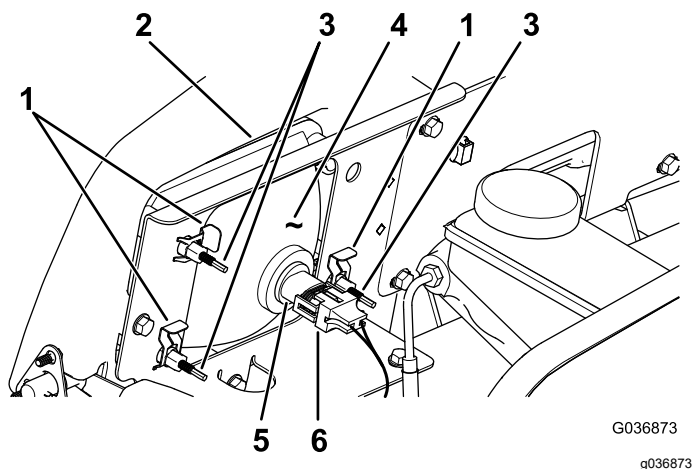

Рисунок 52
3. Отсоедините электрический соединитель жгута проводов от соединителя лампы в сборе (Рисунок 52).
- Снимите скобы под саморез, которые крепят фару к кронштейну фары (Рисунок 52).
- Снимите фару в сборе, подавая ее вперед сквозь отверстие в переднем бампере (Рисунок 52).
- Вставьте новую лампу через отверстие в бампере (Рисунок 52).
- Подсоедините электрический соединитель жгута к соединителю лампы в сборе (Рисунок 52).